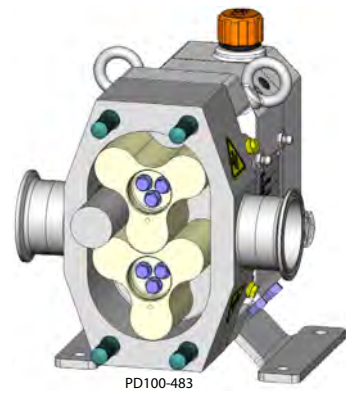

Abb. 32- Rundstabpositionen für die Blockierung
1. Verwenden Sie einen aus nicht-beschädigenden Material gefertigten Rundstab, um die Rotoren zu blockieren und am Durchdrehen zu hindern. Eine Plastikrundstange dient diesem Zweck. In Tabelle 5 sind die Durchmesser für die Rotorblockierung modellbezogen aufgeführt. Den Rotor immer am Körper und nicht am anderen Rotor blockieren. Siehe Abb. 32.